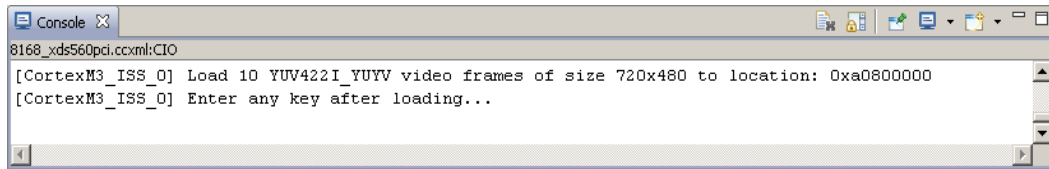

图 1-2-26
8. 随后提示载入数据, 如图 1-2-26 所示。暂停 M3 运行, 选择工具栏[Tools] → [Load Memory]下载数据文件到地址 0xa0800000。测试视频文件路径为: